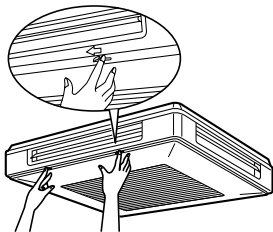

Рис. 1
(При закрытии выполните такую же процедуру.) (См. рис. 1)
1. Откройте решетку на воздухозаборнике. См. “ИНСТРУКЦИИ ПО ОЧИСТКЕ ВОЗДУШНОГО ФИЛЬТРА”. (См. рис. 1)